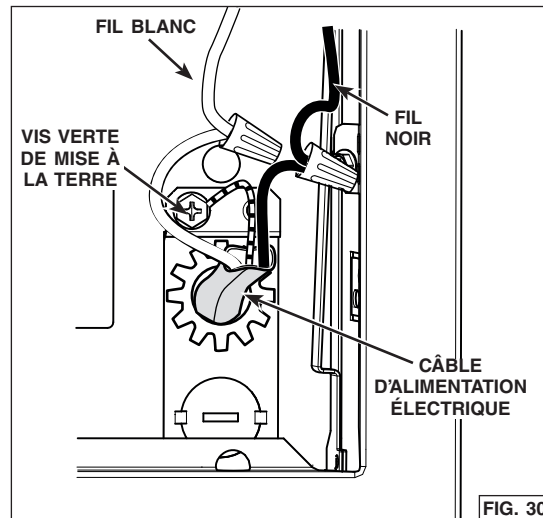

FIG. 30
1. À l'aide de capuchons de connexion appropriés (non inclus), connecter les fils du câble d'alimentation électrique aux fils de la hotte comme suit : le fil NOIR au fil NOIR, le fil BLANC au fil BLANC et le fil VERT ou dénudé à la vis VERTE de mise à la terre (FIG. 30).